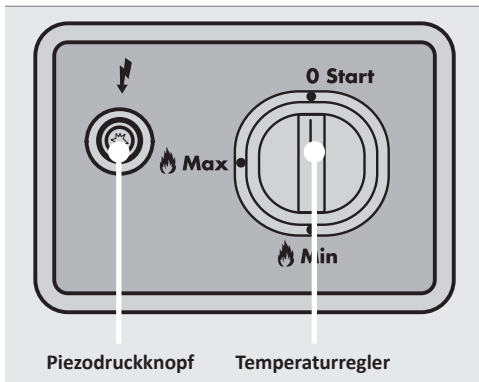

Abb. 5: Bedienfeld
2. Vergewissern Sie sich, dass der **Drehknopf** am Bedienfeld auf der Position **START** steht. Sollte dies nicht der Fall sein, drücken Sie den **Drehknopf** leicht nach unten und drehen Sie ihn auf die Position **START** (siehe Abb. 5)
4. Betätigen Sie dann bei **gleichzeitig gedrücktem Drehknopf** den **Piezodruckknopf mehrmals hintereinander**, um die Wächterflamme zu entzünden (siehe Abb. 5). Ist die Wächterflamme sichtbar, gehen Sie wie folgt vor: